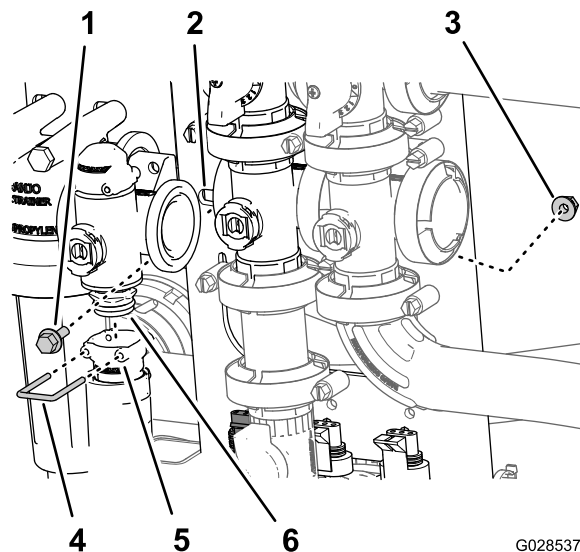

Figura 89
2. Rimuovete il fermo che fissa il raccordo di uscita al collettore per la valvola di comando del volume (Figura 89).
3. Rimuovete i 2 bulloni a testa flangiata e i 2 dadi di bloccaggio flangiati che fissano la valvola di comando del volume al supporto della valvola e rimuovete il collettore della valvola dalla macchina (Figura 89).